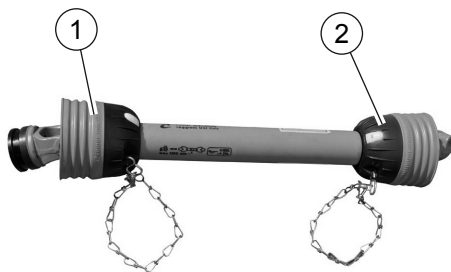

Abb. 19
- Schutzeinrichtungen an der Gelenkwelle traktorseitig **1** „Abb. 19“ und maschinenseitig **2** einschließlich der Ketten.